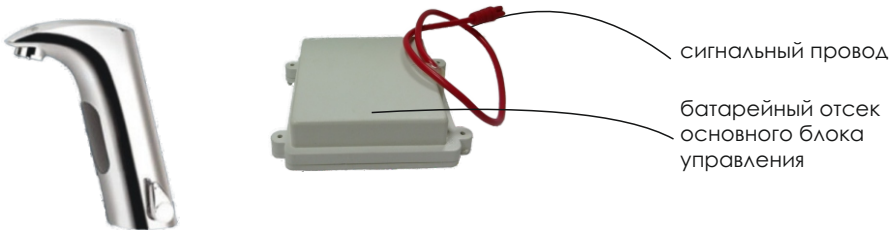

Рисунок 4
6. Для установки батареек открутите 4 винта, расположенных на лицевой стороне основного блока управления, откройте крышку и установите батарейки, согласно полярности (Рисунок 4).